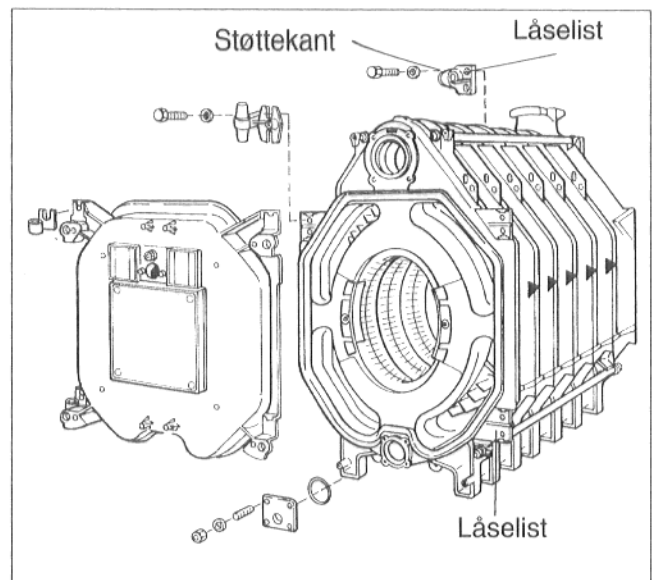

Fig. 23 Beskrivelsen viser ikke påbygning fra fabrikk
- Låselist med støtteflate for brennerdøren skrus på frontelementet med 2 maskinskruer (M 12 x 55), som vist på fig. 23 ved høyrehengslet dør. Låselistens støtteflate skal alltid være på kjelens innerside. Ved venstrehengslet brennerdør, skrus låselisten på høyre side.